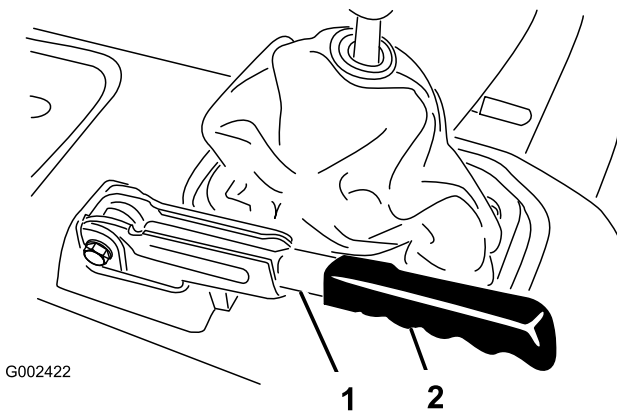

Figure 74
1. Enlevez la poignée de caoutchouc du levier de frein de stationnement (Figure 74).